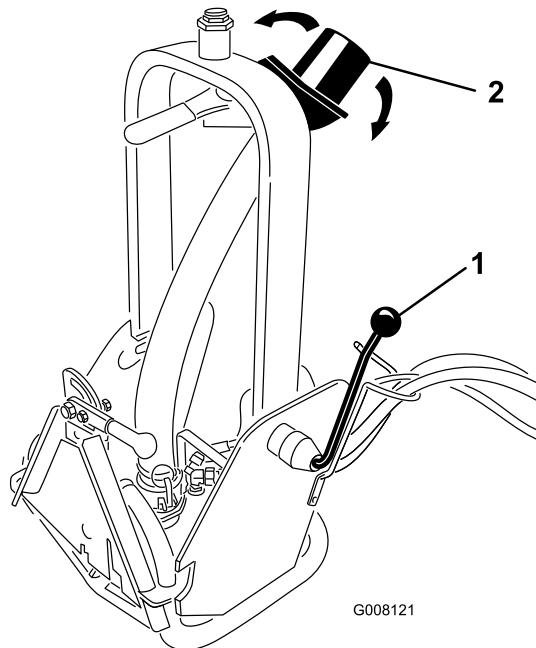

図 6
吐出ノズル図6は、上下方向または左右方向に動かして水を飛ばす方向を調整することができます。
- ロックアップ・ハンドル図6を回して、ピボット・タワーのロックを解除する。